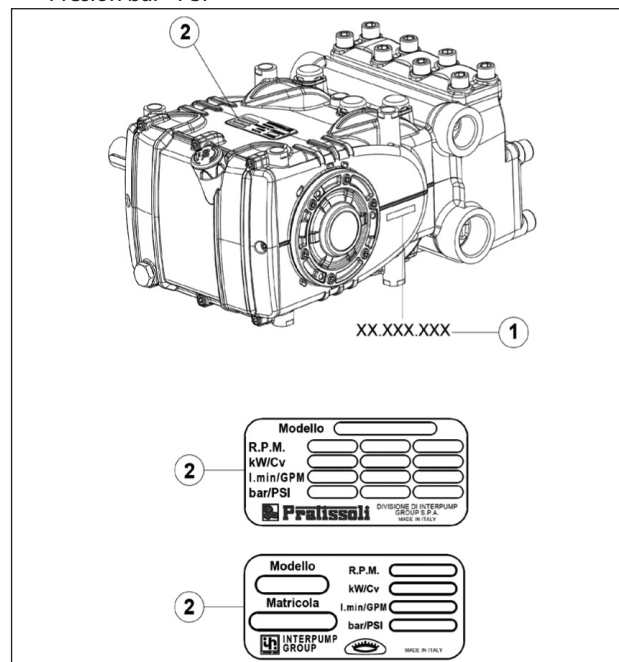

Fig. 1
Todas las bombas tienen su propio N° de matrícula XX.XXX.XXX, ver pos. ①, y una placa de identificación, ver pos. ② en la Fig. 1 que contiene: